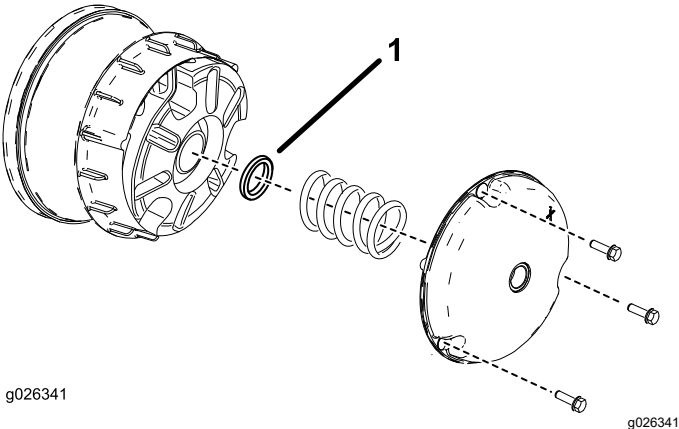

Figura 62
- 2. Retire os parafusos que prendem a cobertura principal da embraiagem como se mostra na Figura 62.